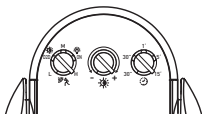

Рис. 6
1. Поверните ручку регулировки времени против часовой стрелки до минимума, поверните ручку «LUX» по часовой стрелке до максимума (солнце), поверните ручку регулирования чувствительности «SENS» по часовой стрелке до середины (рис. 6).